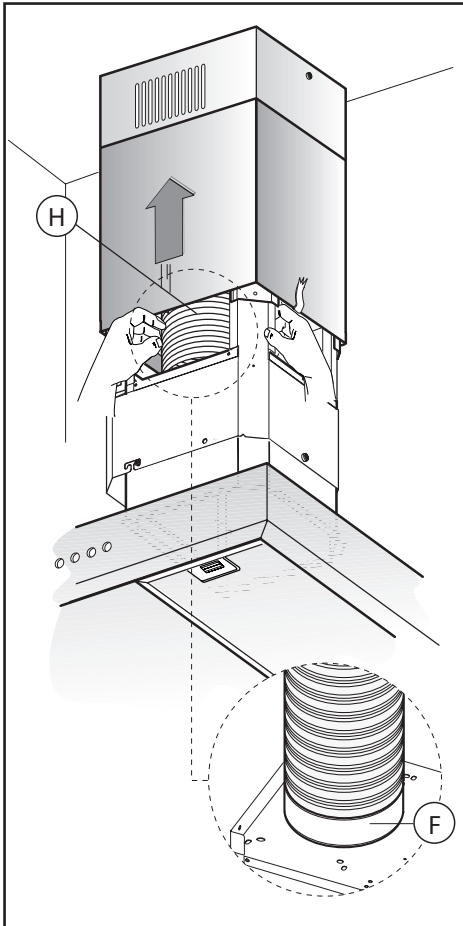

Fig.11
- Fissare il tubo di evacuazione aria **H** (non in dotazione) sulla Flangia di raccordo **F** (Fig.11).